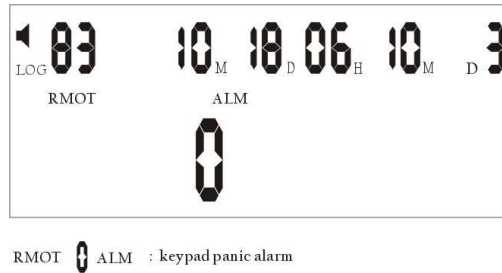

Fig.13: L'LCD indica un allarme antipanico attivo
B. Panico: premere il tasto PANIC (panico) per 2 secondi sia in modalità allarmata che disallarmata. Il pannello genera un allarme ed invia un segnale di allarme al C.S. (vd. Fig.13)